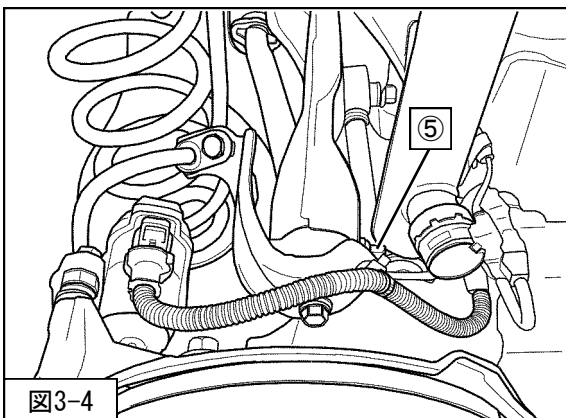

図3-4
7. ⑤アッパーアーム取付ボルト・ナットを取外してください。(図3-4)